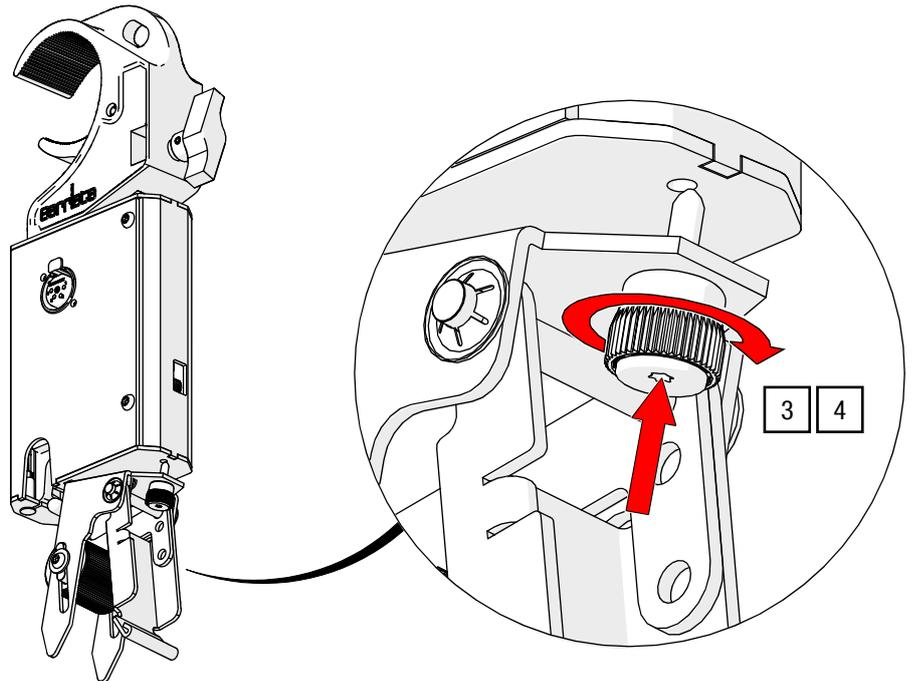

Abb. 15: Befestigungsschraube der Stoffklemme
- Drehen Sie die Befestigungsschraube der Stoffklemme mit der Hand in die Gewindebohrung der Auslöseeinheit ein (siehe Abb. 15).